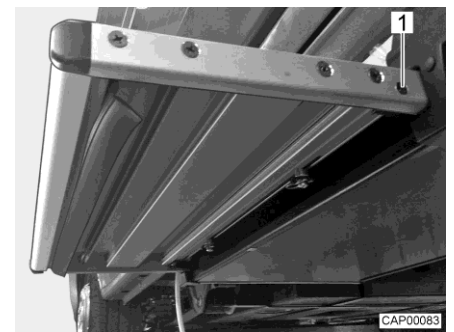

Bild 116 Anschlag (Eintrittsstufe)
- Auf beiden Seiten der Eintrittsstufe je eine Schraube (Bild 116,1) herausdrehen. Der Endanschlag der Eintrittsstufe ist damit getrennt.